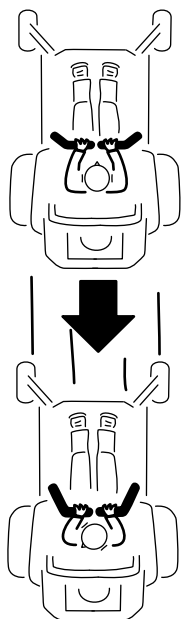

Figure 21
Le levier du système de commande Smart Speed™ est situé sous la position d'utilisation (Figure 21) et permet de choisir entre 3 gammes de vitesses : finition, remorquage et tonte.
2. Pour vous déplacer en marche arrière, tirez lentement les leviers en arrière (Figure 21).